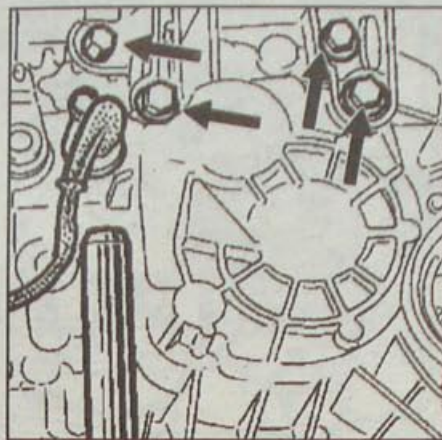

Рис. 6.26. Расположение болтов крепления левой опоры коробки передач
- Немного опустите силовой агрегат, чтобы облегчить выворачивание 4 болтов крепления левой опоры коробки передач (рис. 6.26).